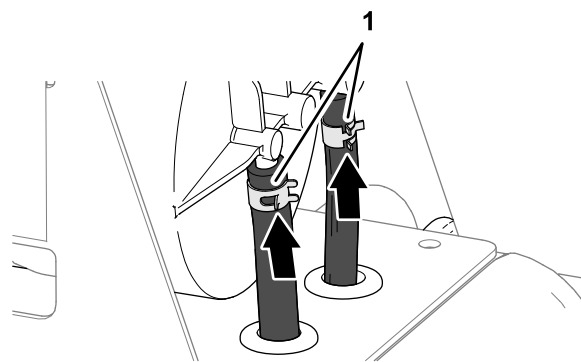

Bild 91
4. Befestigen Sie die Schläuche mit Schlauchklemmen an den Anschlussstücken (**Bild 91**).